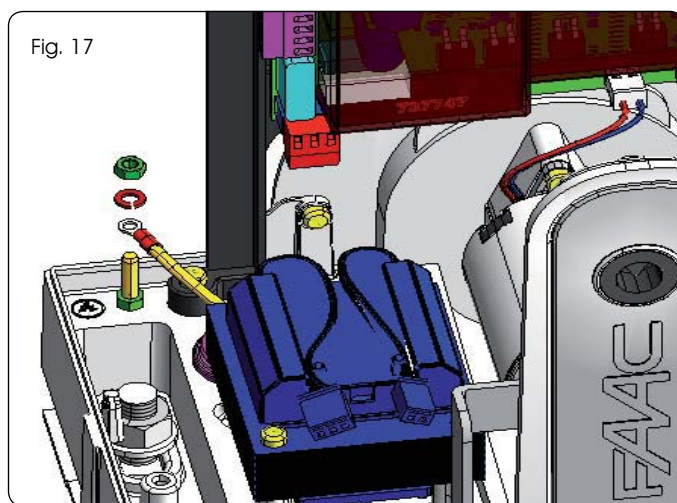

Fig. 17
Brancher le câble de mise à la terre d'après la Fig. 17.
**La Fig. 17 se réfère à l'opérateur C720.**